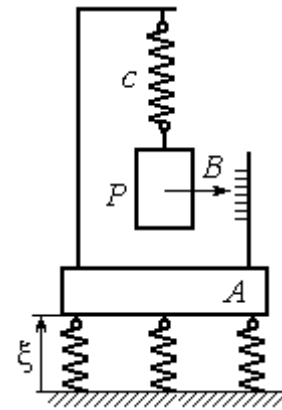

Рис.4.14. Регистратор вертикальных колебаний
**Задача 48.** Для регистрации (записи) вертикальных колебаний тяжёлых платформ используется пружинный виброграф (рис. 4.14). Схема действия прибора состоит в следующем. Массивная платформа  $A$  совершает вертикальные гармонические колебания по закону  $\xi = \xi(t)$ . На платформе установлена вертикальная стойка с горизонтальной перекладиной, к которой прикреплена пружина жесткостью  $c$ . К нижнему концу пружины подвешен груз  $P$  массой  $m$  с индикаторной стрелкой  $B$  (см. рис. 4.14). Вертикальная шкала индикаторной стрелки закреплена на платформе  $A$ . В начальный момент груз на пружине находился в покое в положении статического равновесия. Определить закон колебаний стрелки  $B$  вдоль шкалы, если масса груза  $m = 1$  кг, жесткость пружины  $c = 10$  Н/м, платформа совершает вертикальные колебания по закону  $\xi = a\sin pt$  см, где амплитуда  $a = 0,02$  м, частота колебаний платформы  $p = 7$  рад/с.